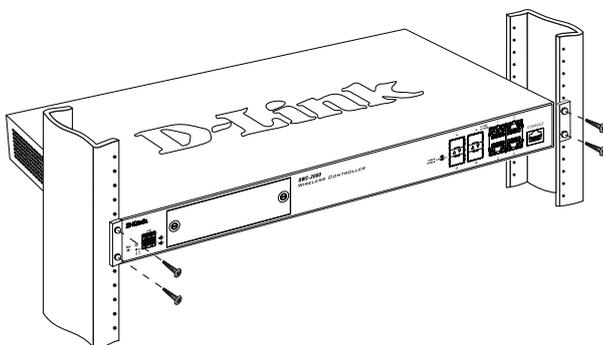

Figura 6. Montaje en el estante
2. Utilice los tornillos suministrados con el estante de equipos para montar el dispositivo en el estante como se muestra en la **figura 6**.